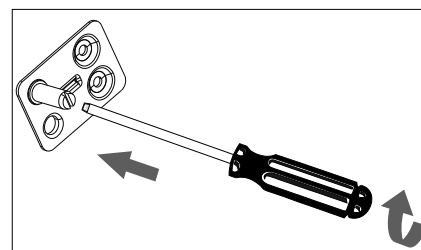

Fig. 7
- ▶ Déplacez le tenon de charnière dans le trou du côté opposé (fig. 7) et vissez le à fond avec un tournevis plat.